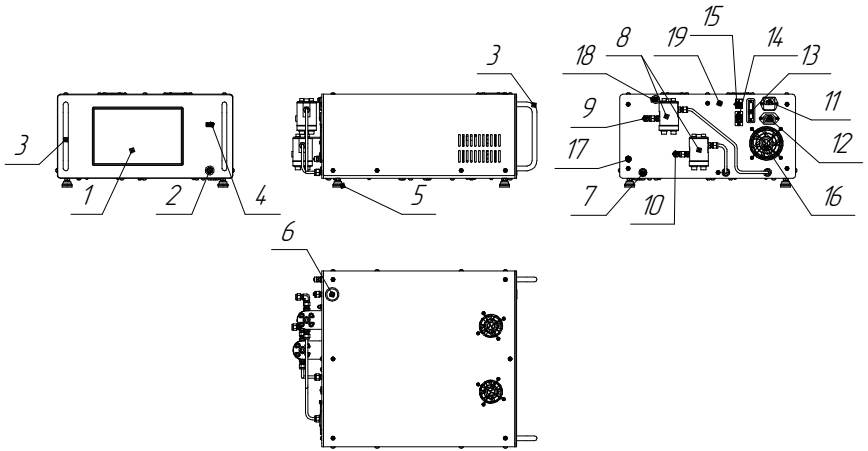

Рис. 2. Блок управления
4.3 Блок управления калибратора выполнен в настольном исполнении на четырех опорах 5 (рисунок 2). Также блок управления по заказу может быть выполнен для монтажа в телекоммуникационную стойку 19 дюймов. Корпус выполнен из металла. На передней панели расположен сенсорный дисплей 1, кнопка включения калибратора 2, разъемы USB 4 и ручки 3. На дисплее отображаются показания калибратора и все необходимые данные. Кроме того, с помощью дисплея производится управление калибратором, ввод данных и изменение рабочих параметров. Сверху расположена заглушка заливной горловины 6.
ние АГК через блок управления, соединив болт 19 Рис.2 с заземляющим контуром помещения.
6.8 Залейте рабочую жидкость. Открутите пробку заливной горловины 6 (Рис. 2) и залейте рабочую жидкость в бачок, ориентируясь по показаниям датчиков уровня рабочей жидкости (до срабатывания верхнего датчика уровня).